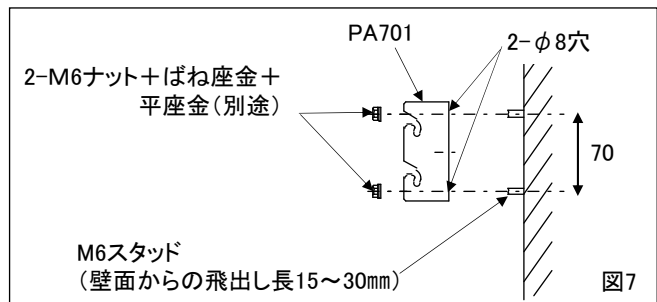

図7
- ①壁面取付金具(PA701)の2-φ8穴を使用して、垂直で平坦な面を有する壁面に確実に固定してください。(図7)